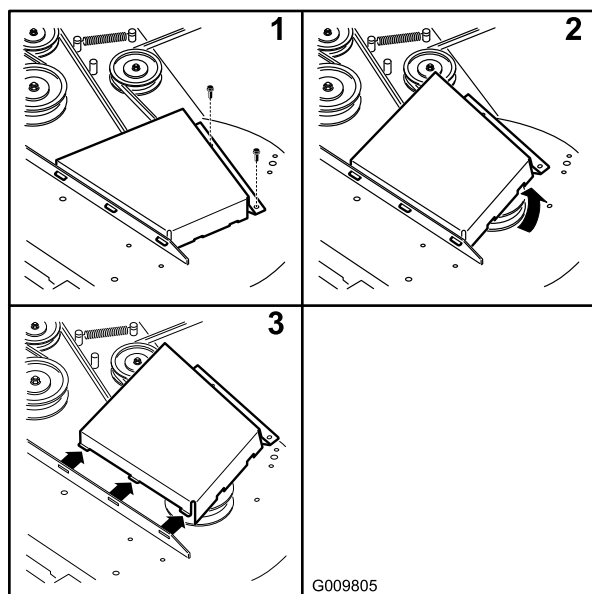

Figura 68
4. Togliete i copricinghia (Figura 68).